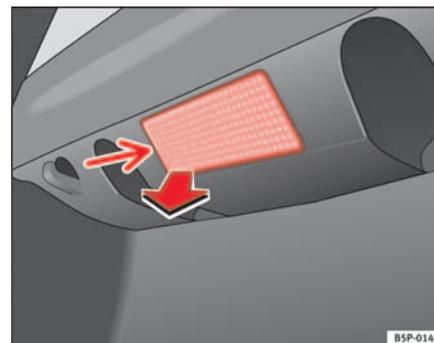

Fig. 192 Feu du coffre à bagages
- Retirez la tulipe en faisant pression sur le rebord de la partie intérieure de celle-ci - flèche - à l'aide d'un tournevis plat ⇒ fig. 192. ►